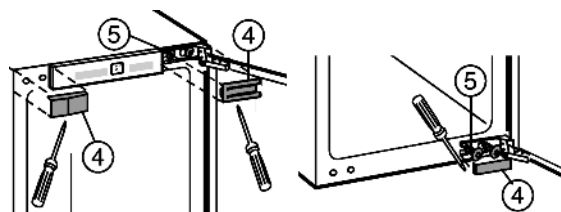

Fig. 2
- ▶ Afdekkingen Fig. 2 (4) verwijderen.
- ▶ Bevestigingsschroeven Fig. 2 (5) alleen losdraaien.
- ▶ Bevestigingsschroeven Fig. 2 (5) boven en beneden naar de andere kant verplaatsen.
- ▶ Apparaatdeur in de vooraf gemonteerde bevestigingsschroeven Fig. 2 (5) inhangen.
- ▶ Bevestigingsschroeven Fig. 2 (5) (met 4 Nm) goed vastschroeven.
- ▶ Afdekkingen Fig. 2 (4) weer monteren.